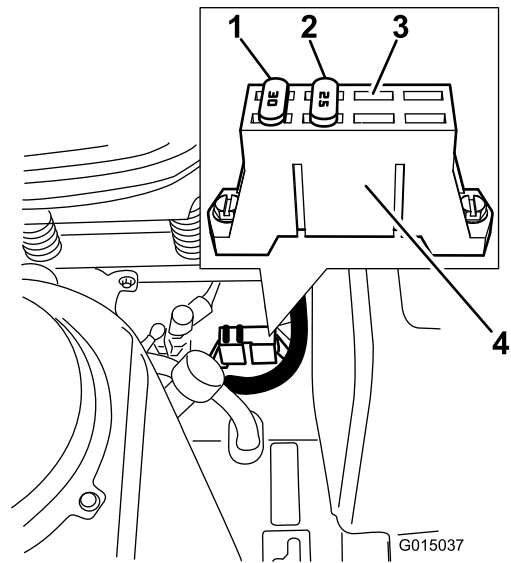

Figura 55
1. Os fusíveis encontram-se no lado direito da consola perto do banco (Figura 55).
3. Instale um novo fusível da mesma amperagem do removido (Figura 55).